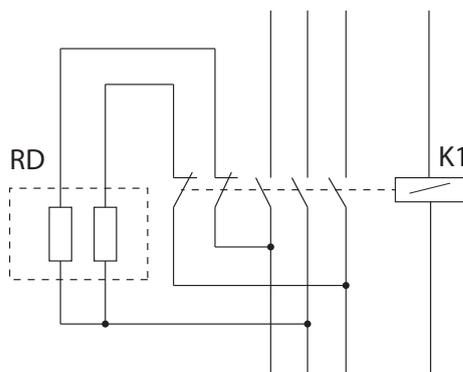

Figure 12 : Connexion des résistances à décharge
- ✓ Dans le cas où la batterie inclurait des résistances à décharge RD, vérifiez qu'elles sont en bon état (qu'elles ne sont pas ouvertes et ne présentent pas de symptômes de brûlure). (**Figure 12**)